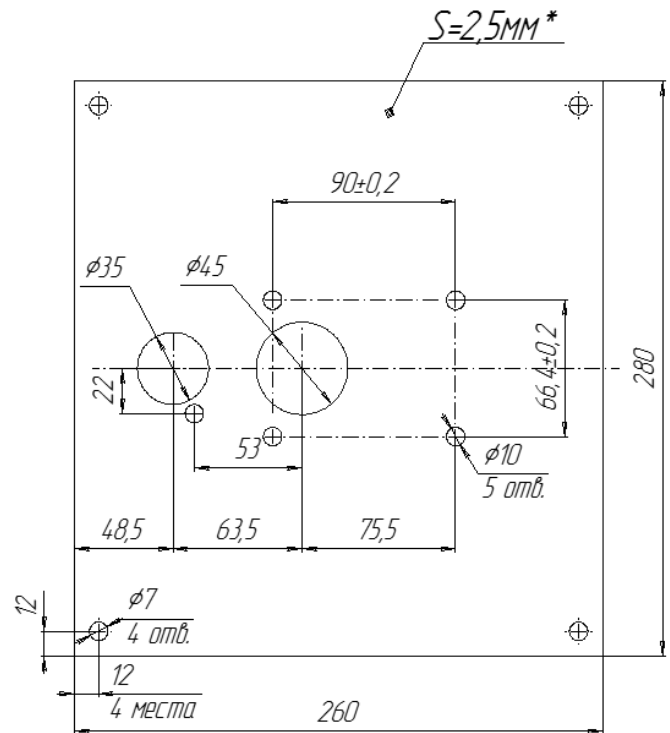

Рис.8.3- Пластина монтажная
2. к нагревателю присоединить монтажную пластину см. рис.7.1 (данную пластину допускается изготавливать из стального листа толщиной не менее 2,5мм см. рис.8.3);
Рис.8.3а – Рекомендуемое положение.